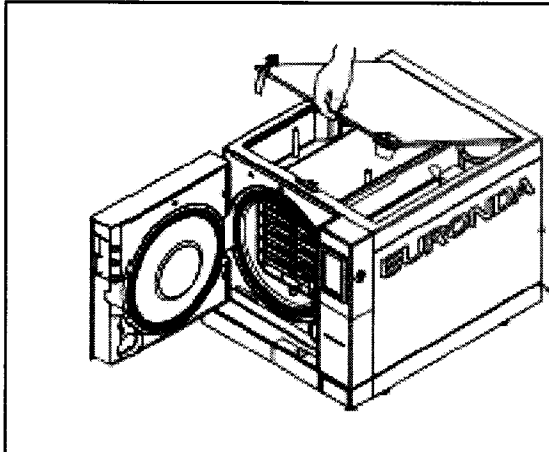
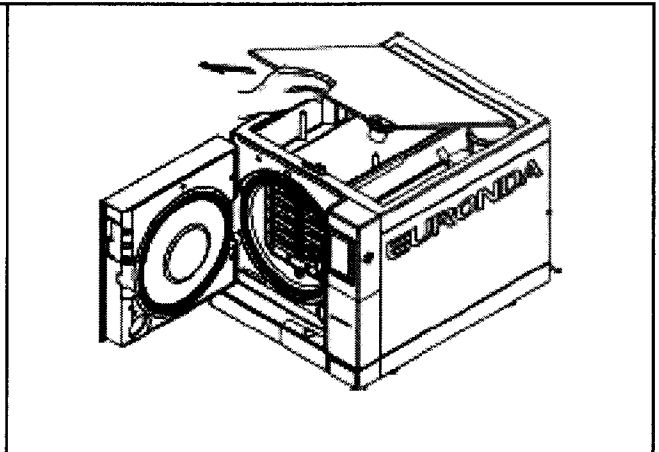

Fig. 9.2-5
Fig. 9.2-6
- levantar la tapa a 45° (Fig. 9.2-5) y tirar de ella hacia sí (Fig. 9.2-6).